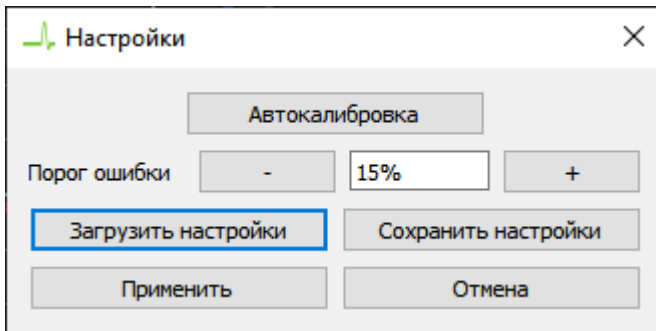

Рисунок 12. Настройка порога ошибки измерений
- Для выбора порога сравнения ВАХ перейдите в меню "Режим" -> "Настройки" (рисунок 12) и установите требуемое значение. Порог ошибки - значение, при котором измерение не будет считаться ошибочным.